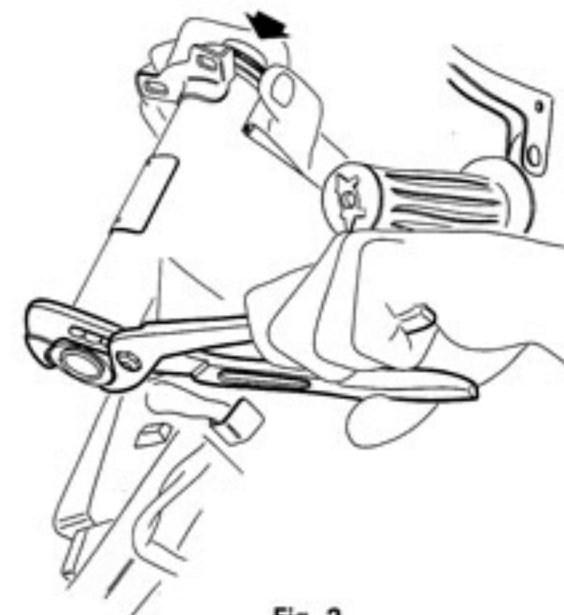

Fig. 2
- Placer le tendeur de chaîne vélo en position « Chaîne détendue » (Fig. 2) et faire sauter celle-ci de la roue libre.